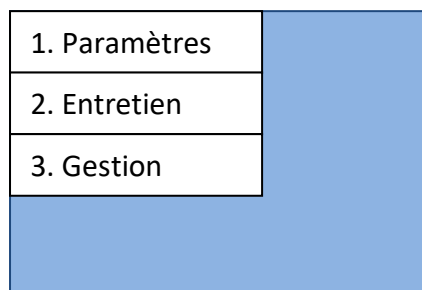
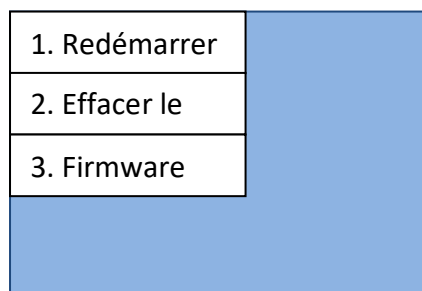

Figure 21 - Page principale de configuration
Figure 26 - Page de l'entretien
- 4) Si le mot de passe est correctement saisi, la page indiquée à la Figure 21 s'ouvre, il est ainsi possible d'accéder à toutes les configurations du dispositif. Les rubriques du menu peuvent être sélectionnées avec les touches Avant et Retour.
- 1) Depuis la page de la Figure 21, sélectionner le point « 1. Paramètres » et appuyer sur la touche Confirmer/Entrée. Attendre l'affichage de la page indiquée à la
- 1) Depuis la page de la Figure 21, sélectionner le point « 2. Entretien » et appuyer sur Confirmer/Entrée. Attendre l'affichage de la page indiquée à la Figure 26.
- 3) Sélectionner « Effacer le journal » depuis la page de la Figure 26, pour effacer la liste des événements sur le dispositif. Confirmer sur la page pour effectuer l'effacement.
- 4) Sélectionner « 3. Firmware » depuis la page à la Figure 26, pour visualiser la version du logiciel du dispositif.
- 1) Depuis la page de la Figure 21, sélectionner le point « 3. Gestion » et appuyer sur Confirmer/Entrée. Attendre l'affichage de la page indiquée à la Figure 29.